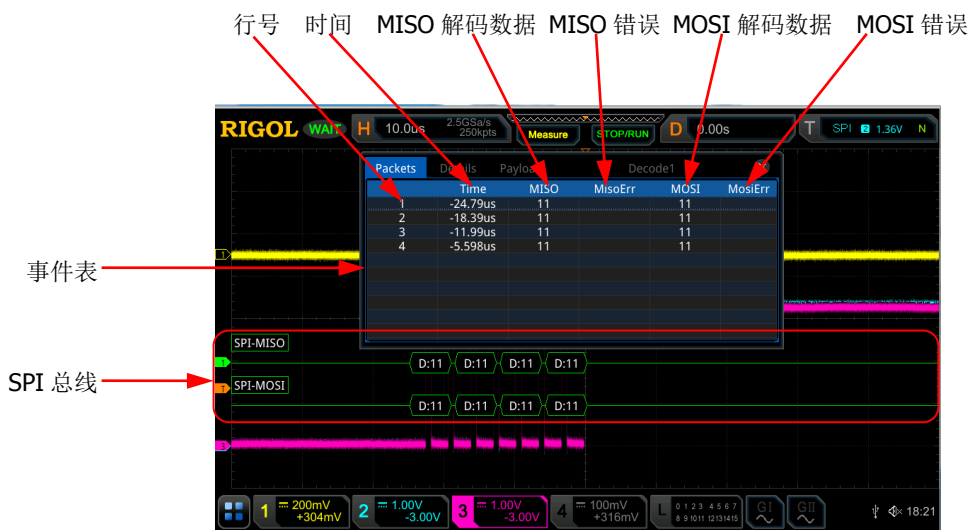

图 11-8 SPI 解码事件表
- 打开或关闭事件表：连续按 **事件表** 键，打开或关闭事件表显示。打开事件表，屏幕弹出如图 11-8 所示的事件表。您也可以触摸屏功能触摸事件表右上方的图标  关闭事件表功能。另外，当运行状态为“STOP”时，您还可以旋转多功能旋钮  选择指定行并查看相应的解码信息。